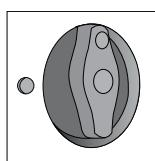

Fig.4
**Recuerde desconectar el cable de suministro de energía.** Despues inserte la perilla en el agujero del revestimiento contra salpicaduras como se muestra en la Fig. 4 y gírela como se muestra en la Fig. 3. Inserte la parte saliente del revestimiento contra salpicaduras en el agujero de la pared de la cavidad posterior como se muestra en la Fig. 2 y vuelva a colocar la perilla en el agujero a través del revestimiento contra salpicaduras. Gire la perilla como se muestra en la Fig. 4 para sostener el revestimiento contra salpicaduras en su lugar.